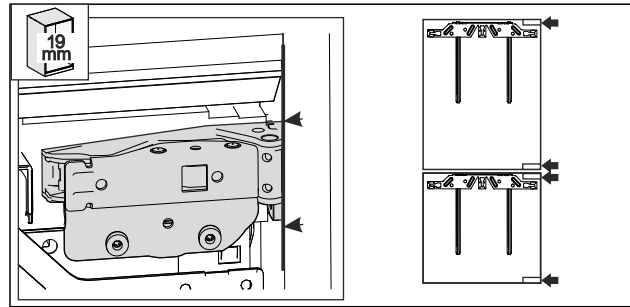

Fig. 54 \*
- ▶ 19 mm dicke Möbelseitenwand: die vordere Kante der Scharniere ist eben mit der Vorderseite der Möbelseitenwand ausgerichtet. Fig. 54 ()